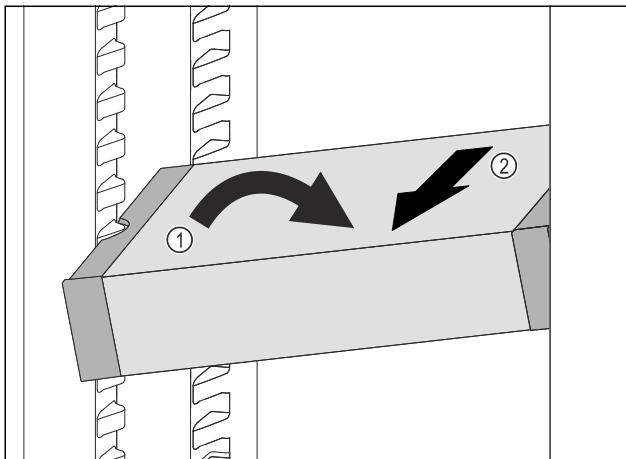

Fig. 96
- VarioSafe im Kühlteil schräg stellen. Fig. 96 (1)
- VarioSafe nach vorne entnehmen. Fig. 96 (2)